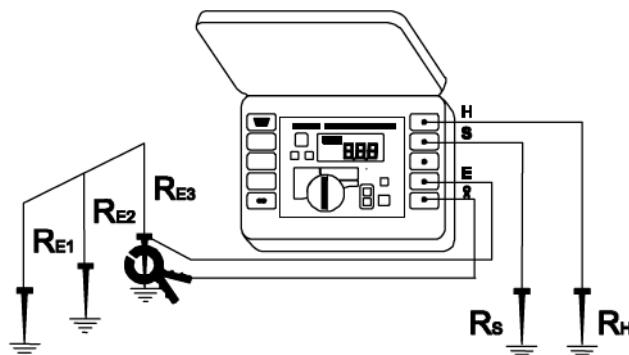

Рис.10. Использование измерительных клещей для измерения сопротивления многоэлементного устройства заземления по трехполюсной схеме
1. Соединяют исследуемый заземлитель с измерительным гнездом **4** измерителя, обозначенным символом „**E**“ (Рис.10).